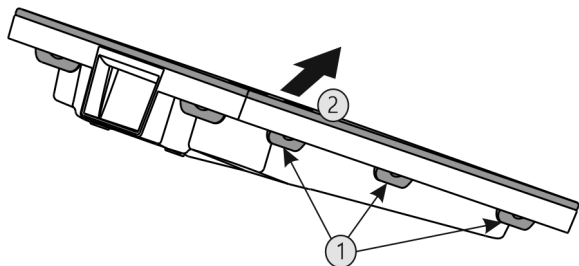

Fig. 42
- ▶ Alle lippen Fig. 42 (1) achtereenvolgens indrukken en de afdekking Fig. 42 (2) verwijderen.